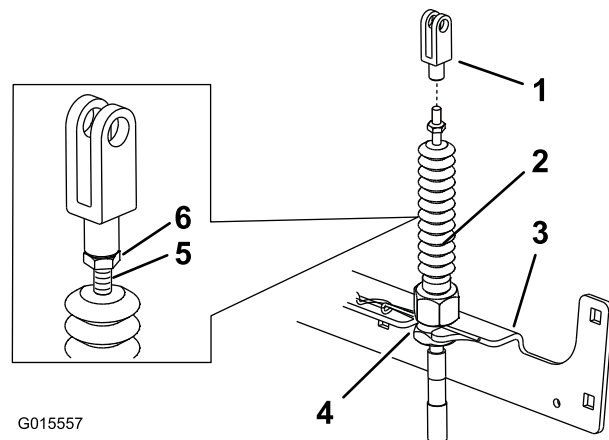

図 12
- ヨークを保持しながら、ジャムナットを締め付けて所定位置にヨークを固定する。反対側にも同じ作業をする (図 12)。
- クロスブラケットのスロットにケーブルを入れる；調整ナットが上位置にくるようにセットすること (図 12)。